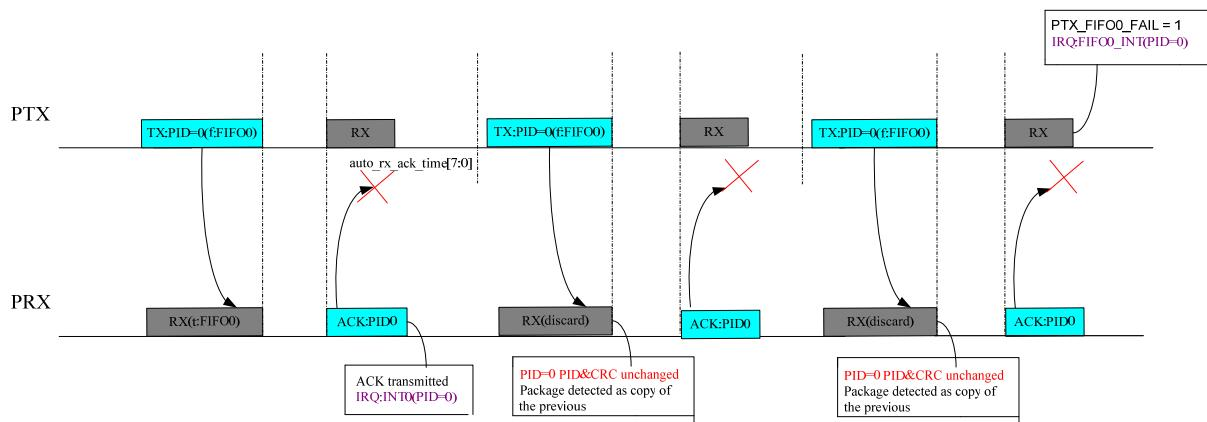

图 7-6 PTX 自动重传情况 3 中断示意图(重发超时, 重发次数为 2)
- ◆ PTX 如果在 AUTO_RX_ACK_TIME 时间内没有成功接收到 PRX 发送的 ACK 信号，PTX 将自动重传上一帧数据包。如重传次数超过设定次数 RE_TX_TIMES (MISC0 寄存器的 Bit11-Bit8)，INT 寄存器中的 INTn 中断标志位与 FIFO 发送指示位 PTX_FIFOn_FAIL (FIFOnCTRL 寄存器的 Bit15) 将同时置'1'指示发送失败(详见图 7-4 至图 7-6)。